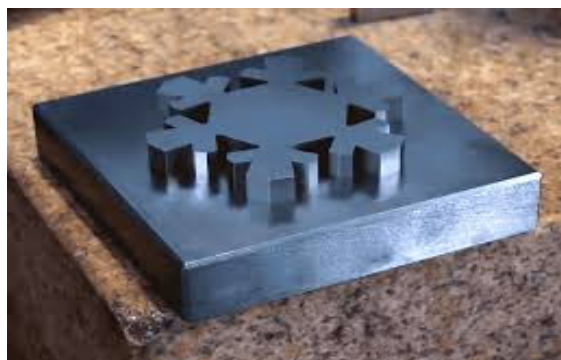

Fig. 1.1. Exemplu de figură
- **Figurile** (imagini, grafice etc.) se numerotează cu două cifre, prima reprezentând numărul capitolului, iar cea de a doua reprezentând numărul figurii din capitolul respectiv. Fiecare figură are număr și titlu, care se menționează sub figură, centrat precedat de cuvântul „Fig.”. Fontul folosit va fi Calibri, 10 pt., italic (stilul *Caption*). Tabelul trebuie să aibă referință în text (Fig. 1.1.) cât mai aproape de tabel.